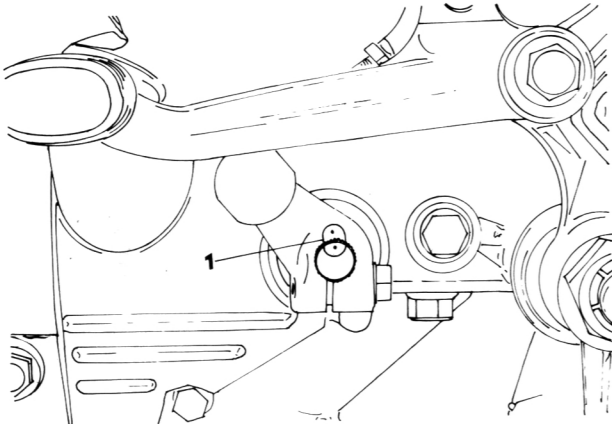

Bild 72
- Die Einkerbung auf dem Verbindungsarm auf die Einkerbung auf der Schaltwelle ausrichten (Bild 72).